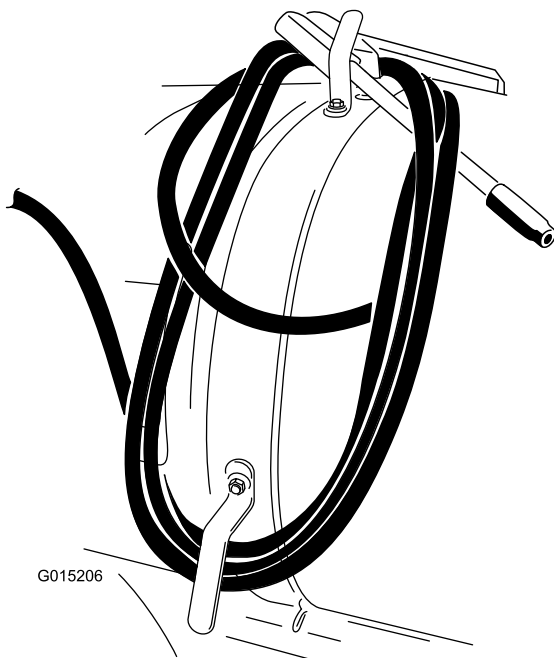

Bild 12
3. Wickeln Sie den Schlauch um die Haken des Behälters und befestigen Sie die Spritzpistole, wie in Bild 12 dargestellt.